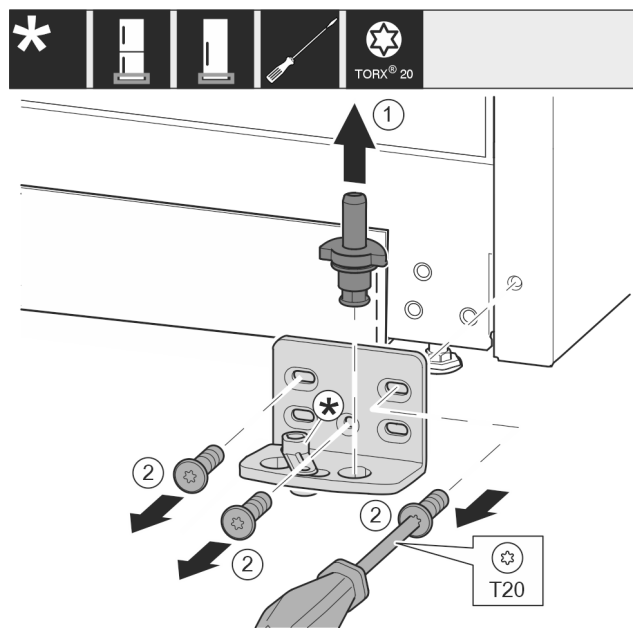

Fig. 11
- ▶ Опорный палец Fig. 11 (1) полностью извлеките движением вверх.
- ▶ Открутите винты Fig. 11 (2) отверткой и снимите опорный кронштейн.